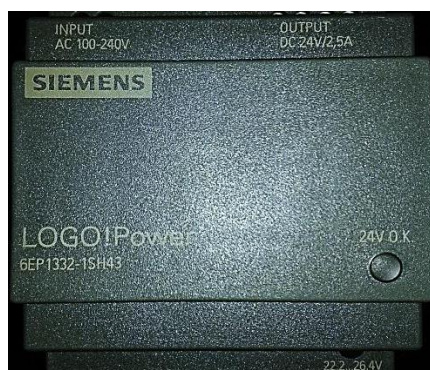

Figura 3.20: Fuente de alimentación de 24 Vdc.
**Fuente LOGO Power de 24 Vdc** (figura 3.20): fuente de alimentación de corriente continua de 24 voltios, como la mayoría de los equipos e instrumentos están diseñados para funcionar con una tensión de 24 Vdc, se la utiliza en ambos procesos para alimentar la TOUCH PANEL, el transmisor de flujo, el encoder incremental y los interruptores.